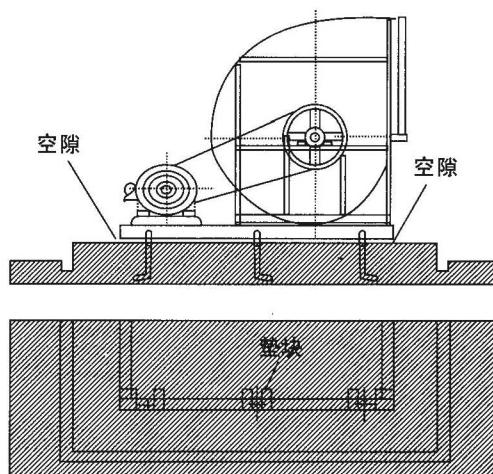

图16
B. 送风机放置于混凝土基础(或木台)上, 以水平仪检测水平, 如不在水平位置, 则在机架与基础之间加垫垫块再以水泥填平粉光。在此同时将基础螺丝放置预留孔洞内以水泥固定。(图16)